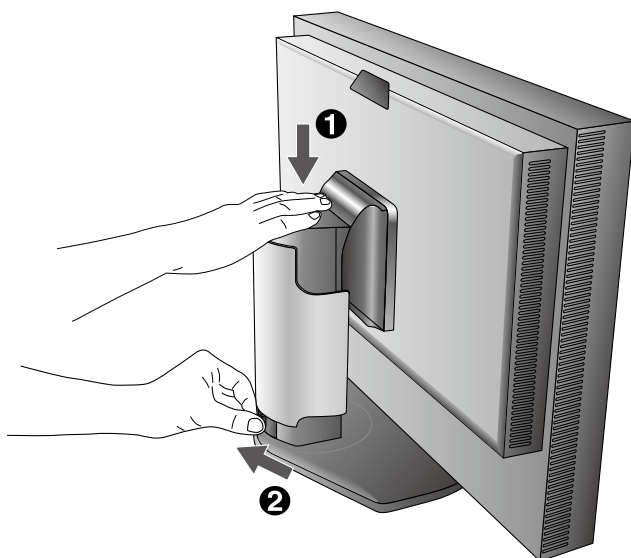

图 B.1
3. 高度调节功能由锁定按钮锁定。把手掌放在显示器的顶部将屏幕按下至最低位置。滑动锁定按钮解锁底座将显示器头抬起（图 B.1）。